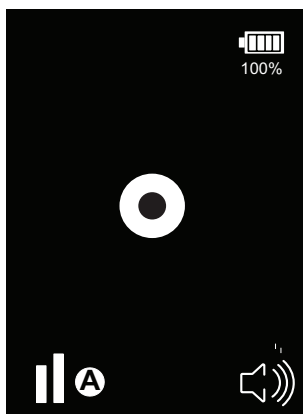

Abb. 6: Dauerzustandsanzeige
3. Das CS LD 1.0 ist bereit für die Lecksuche, wenn der Dauerton ertönt. Der mittlere Kreis leuchtet synchron zum Audio-Ton (Abb. 6).